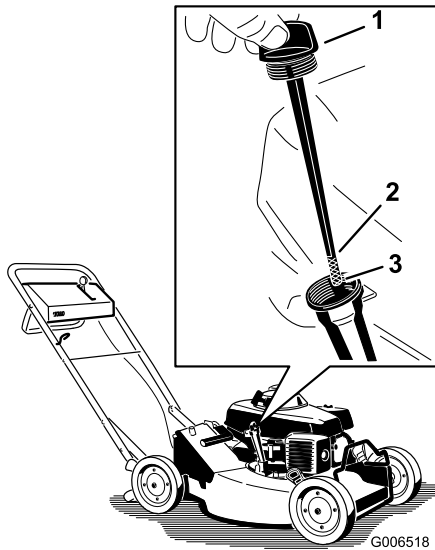

Figura 7
Antes de cada uso, compruebe que el nivel de aceite está entre las marcas inferior y superior de la varilla (Figura 7).
- Limpie alrededor de la varilla (Figura 7).